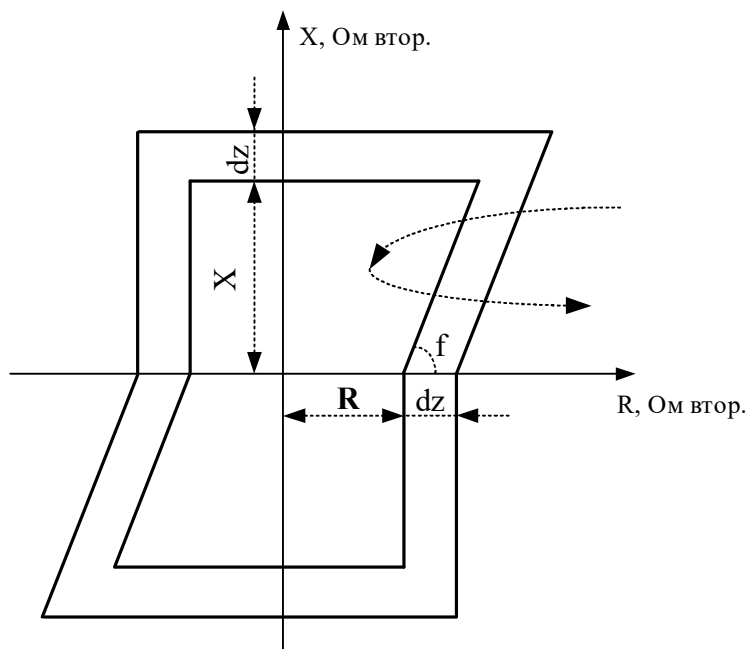

Рисунок 6.8 – Характеристика блокировки при качаниях
1. Рабочая точка перемещается из внешней зоны в зону действия (рисунок 6.8), при этом находится в дельта-зоне больше заданного времени T_{dz} . Для качаний частотой до 4–5 Гц $T_{dz}=20$ мс.